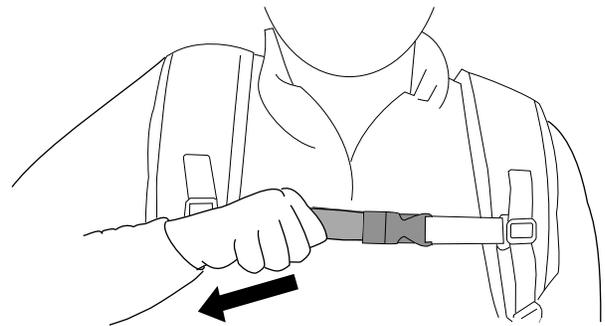

Figure 12
5. Serrez la sangle de poitrine de sorte qu'elle soit bien ajustée (Figure 12).